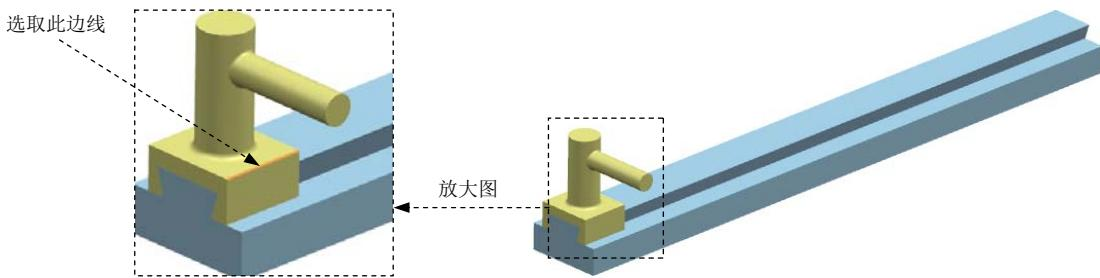
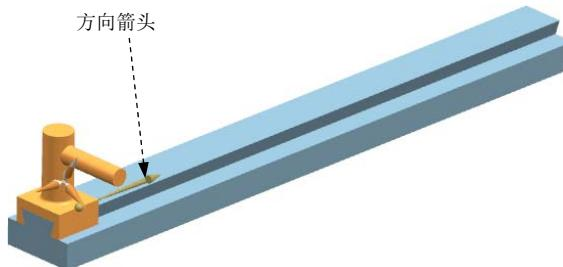

图 7.3.19 定义滑动副
图 7.3.20 调整方向
(1) 定义滑动副。选择下拉菜单 → 命令，系统弹出“运动副”对话框；在“运动副”对话框 **定义** 选项卡的 **类型** 下拉列表中选择 选项；在模型中选取图 7.3.19 所示的边线为参考，系统自动选择连杆和原点；单击反向按钮 ，调整矢量方向如图 7.3.20 所示。